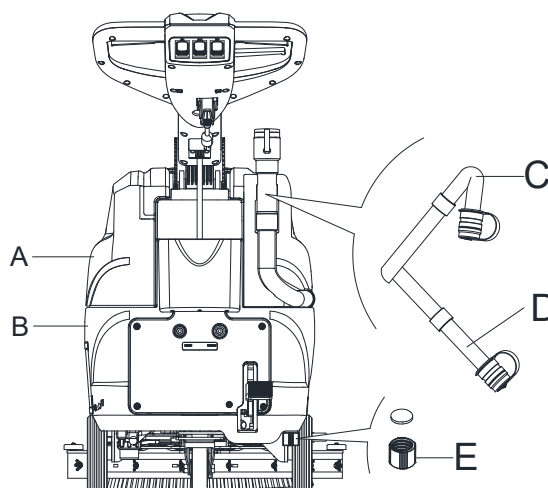

Figura 10
Când apa uzată se evacuează, tubul de aspirare pentru deșeurii trebuie să fie pliat (C, Figura 10) și aflat la o poziție inferioară (D, Figura 10), apoi deschideți capacul tubului de aspirare pentru a se scurge apa. Nu orientați în sus tubul de aspirare pentru gunoi pentru a evacua apa vertical. Aceasta pentru a evita stropirea cu apă murdară a operatorului.
8. Goliți rezervorul de soluție prin capacul de evacuare (E, Figura 10). După executarea lucrării, clătiți rezervorul cu apă curată.
2. Goliți rezervoarele (A și B, Figura 10) cum s-a arătat în paragraful anterior.